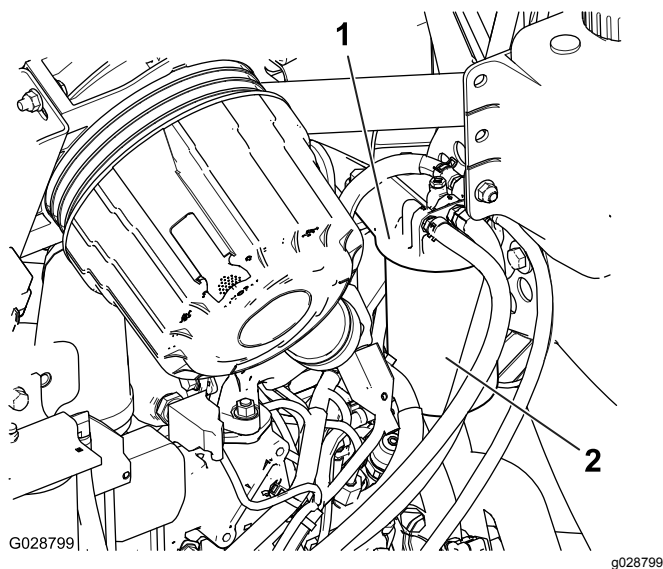

図 45
1. 燃料フィルタのヘッドの周囲をきれいに拭く図 45。
2. フィルタを外してフィルタヘッドの取り付け部をきれいに拭く図 45。